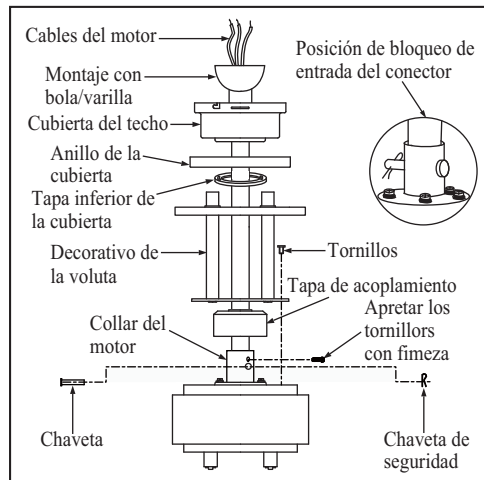

Figura 7
3. Guíe los cables que salen de la parte superior del motor del ventilador a través del tapa de acoplamiento, decorativo de la voluta, tapa inferior de la cubierta, anillo de la cubierta, cubierta del techo y luego a través del montaje de bola/varilla. (Figura 7)
6. Apriete bien los dos tornillos de la parte superior del motor del ventilador. Conecte el decorativo de la voluta a la caja del motor utilizando las tornillas incluidas. (Figura 7)